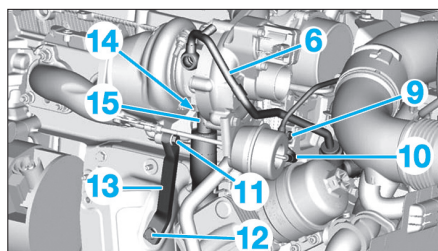

Fig. 54
- Déconnecter l'alimentation (2) du turbocompresseur.
- la vis creuse (3),
- le tube de sortie de refroidissement (4) du turbo-compresseur,
- la vis creuse (5),
- le tube d'entrée de refroidissement (6) du turbo-compresseur,
- la vis creuse (7),
- le tuyau d'entrée de graissage (8) du turbocompresseur.
- Déposer la vis de fixation (9) du tuyau d'entrée de refroidissement du turbocompresseur (Fig.54).